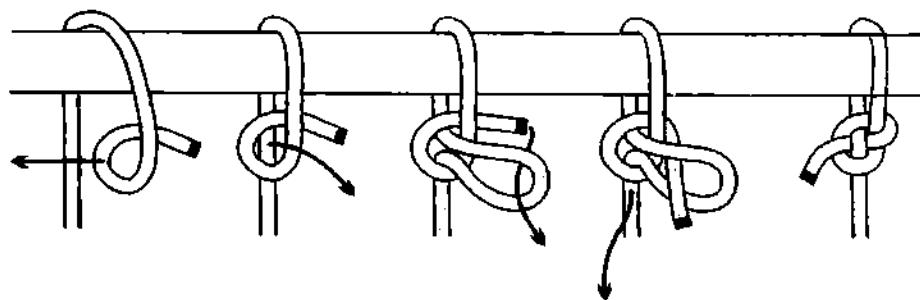
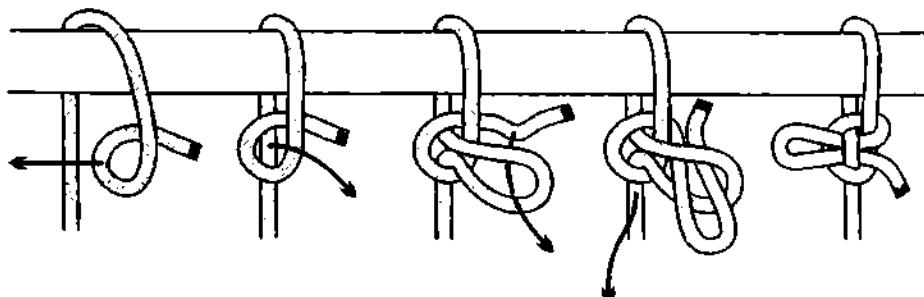

Рис. 555. Сваечная петля.
Рис. 556. Быстроразвязывающаяся сваечная петля.
*Затягивающийся обратный штык* – это *сваечный узел* с петлёй. Если ходовой конец, завязывая *сваечный узел*, пропустить вокруг коренного конца иначе, то получится надёжная *быстроразвязывающаяся сваечная петля* (рис. 555).
Если обычновенный сваечный узел завязать на коренном конце, сформировав петлю, получится неплохой узел для временного привязывания троса к опоре – **сваечная петля** (рис. 555). Для быстрого развязывания **сваечную петлю** можно связать с петелькой (рис. 556). Если узел вывернуть, как показано на рисунке 557, то узел принимает форму **шкотового узла**. **Быстроразвязывающаяся сваечная петля** – отличнейший временный узел, который можно вязать во многих ситуациях. Моряки этим узлом часто училивают небольшие лодки в местах с высокими приливами и отливами – узел затягивается, но рабочая петля